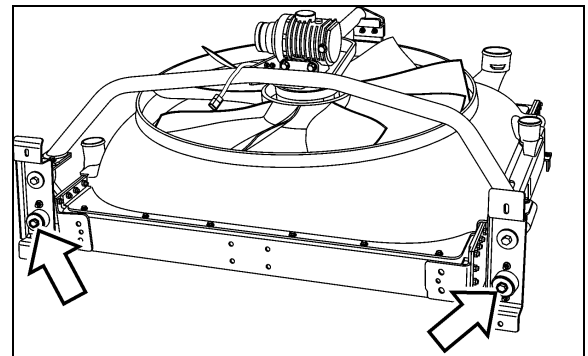

FIGURE 31 : DÉPOSE DES FIXATIONS
18. Séparer le refroidisseur d'air de suralimentation du radiateur (Figure 31).